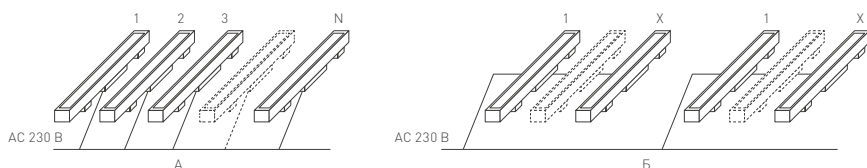

Рис. 2. Схемы подключения прожекторов [А — параллельное, Б — последовательно-параллельное].
- Присоедините провода питания прожектора к обесточенной сети AC 230 В. Соблюдайте порядок подключения проводов: желто-зеленый — PE, «заземление», коричневый — L, «фаза»; синий — N, «ноль». Допустимые схемы подключения показаны на рис. 2.